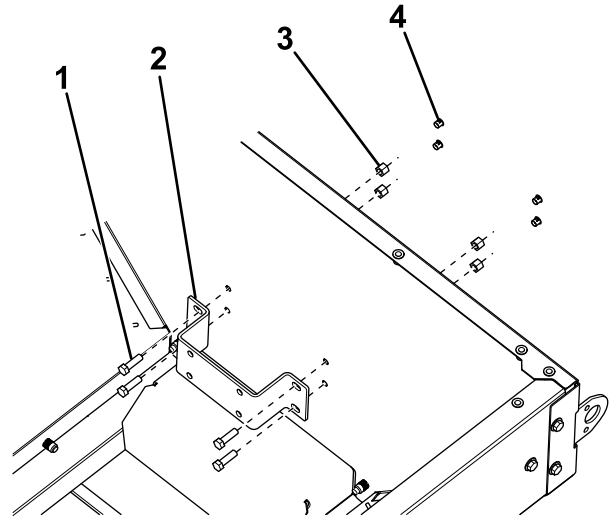

图14
5. 从撒布机前部卸下并丢弃 4 个插塞（图14）。
6. 使用 4 个螺栓（ $\frac{3}{8}$  x  $1\frac{1}{4}$  英寸）和螺母将隔板安装支架固定至撒布机前部内侧（图14）。